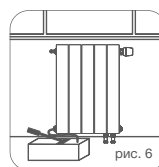

рис. 6
- 8.5. По завершению монтажных работ выполнить испытания систем отопления в соответствии с требованиями СП 73.13330.2016 «Внутренние санитарно-технические системы зданий». Гидростатическое испытание водных систем и приборов отопления должно проводиться под давлением, в 1,5 раза превышающим рабочее давление (пример рис. 6). Если рабочее давление более 10 бар (1,0 МПа), испытание проводить без вентиляционной вставки. По факту проведения испытаний составляется акт ввода системы и приборов в эксплуатацию в установленной форме.